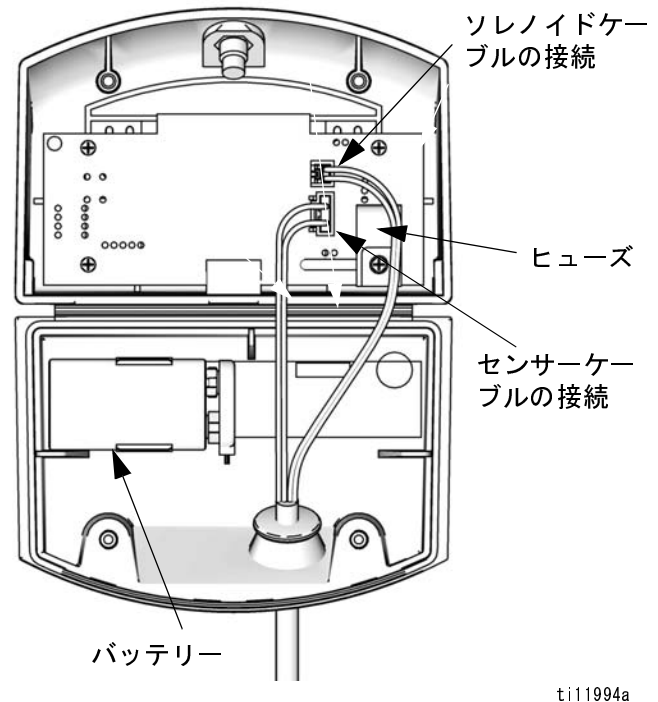

図 18. DataTrak バッテリーとヒューズ位置
5. 使用バッテリーを取り外し、認可されたバッテリーと交換します。図 18 を参照してください。